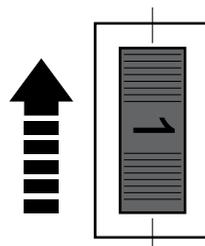

Fig. 14
- > Tourner le sélecteur de vitesse [15] vers l'avant pour réduire la vitesse maximum (Fig. 14). Une vitesse lente est adaptée à l'utilisation de fraise de diamètre plus petit ou le travail de matériaux tendre comme le plastique.